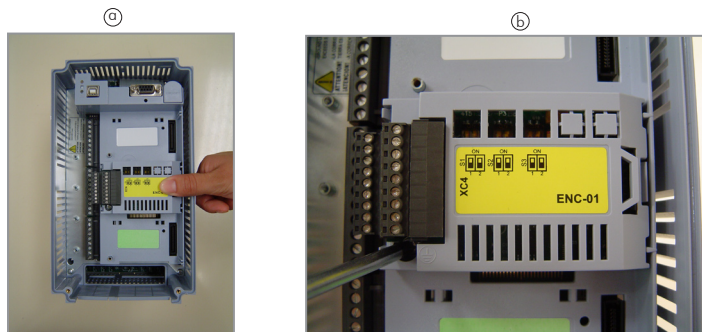

Figura 3: Instalación del módulo opcional en el “slot”
Paso 2: Enclave cuidadosamente el módulo en el “slot 2” (figura 3 (a));
Paso 3: Coloque y apriete el tornillo de puesta a la tierra y de fijación del módulo (figura 3 (b));